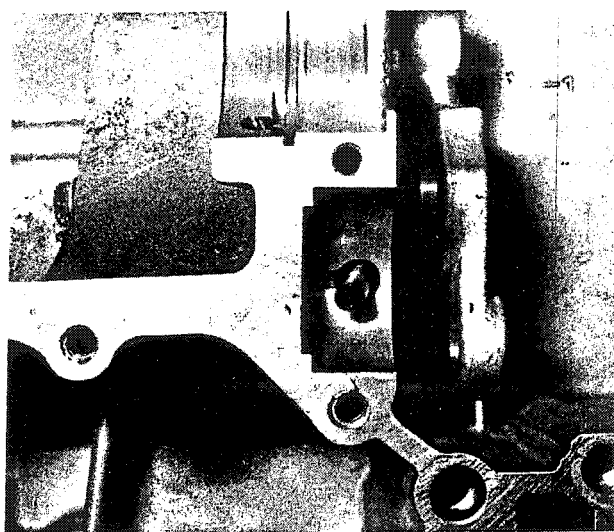

Bild 97
- Die Ölspritzdüse in die Öffnung des Lagersitzes des Eingangswellen-Nadellagers in der unteren Gehäusehälfte einsetzen (Bild 97). Ebenso den Sicherungs-